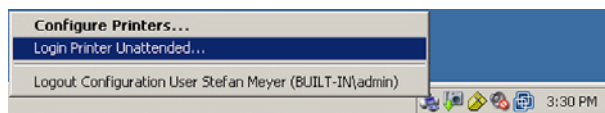

Figura 36 Definición del inicio de sesión del servicio de impresión
- 1 Haga clic con el botón secundario del ratón en el icono de Servicio de impresión de ECM de la barra de herramientas y seleccione **Login Printer Unattended** (consulte Figura 36 en la página 145).